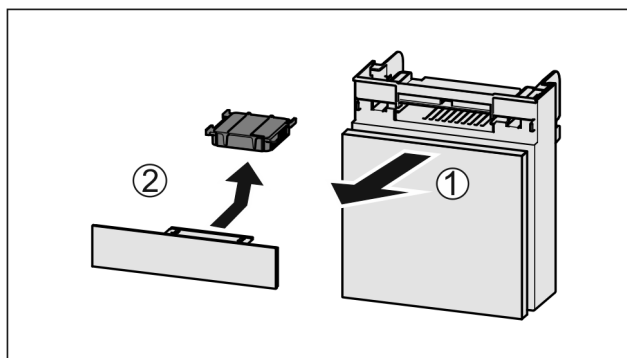

Fig. 119
- ▶ Dra ut Fig. 119 (1) lådan framåt.
- ▶ Ta ut Fig. 119 (2) aktivtkolfiltret.